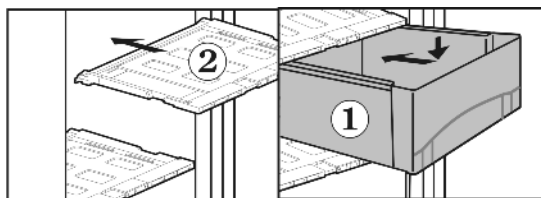

Fig. 14
► Установите крышку выдвижного ящика Fig. 14 (2): поперечные ребра крышки выдвижного ящика вставьте снизу в задние направляющие, защелкните спереди фиксатор в направляющей.
► Выдвижные ящики Fig. 14 (1) установите на направляющие и вдвиньте полностью до ясно слышимого защелкивания.